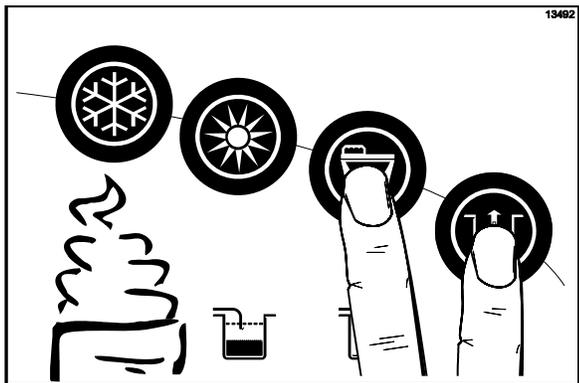

Figura 164
10. Oprima los símbolos LAVADO  y BOMBA  y cierre la válvula de extracción. (Vea la figura 164).